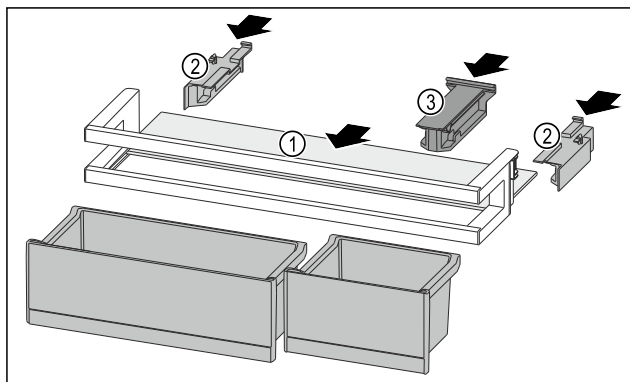

Fig. 84
- Skub hylden Fig. 84 (1) ind i udsparringerne i siden.
- Indsæt sidesektionerne Fig. 84 (2).
- Indsæt holdesektionen Fig. 84 (3).